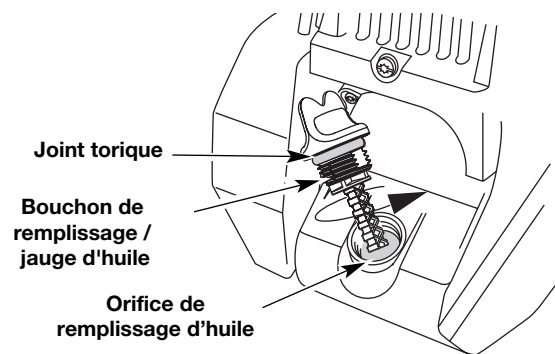

Fig. 23
6. Si le niveau est trop bas, ajoutez un peu d'huile par l'orifice et revérifiez (Fig. 23). Continuez jusqu'à ce que le niveau d'huile atteigne le haut de la jauge.
REMARQUE : Assurez-vous que le joint torique est mis sur le bouchon de remplissage / jauge d'huile au moment de la vérification et du changement d'huile (Fig. 23).